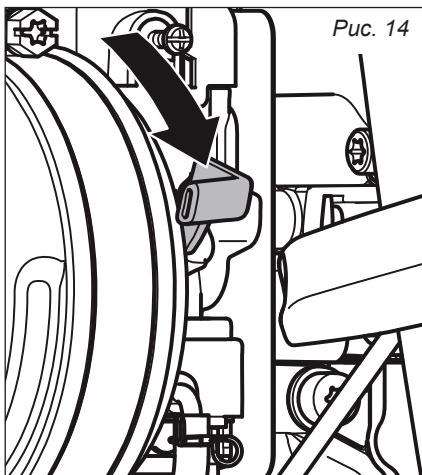

Рис. 14
1. Установите рычаг выключателя двигателя в положение пуск (рис. 14).